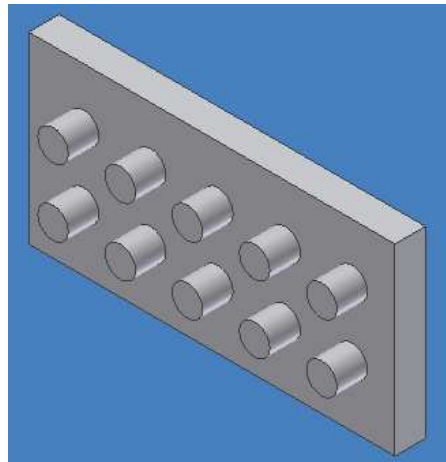

Figura 3.80 Resultado final del RECTANGULAR PATTERN.
- Finalice pulsando OK, figura 3.80.